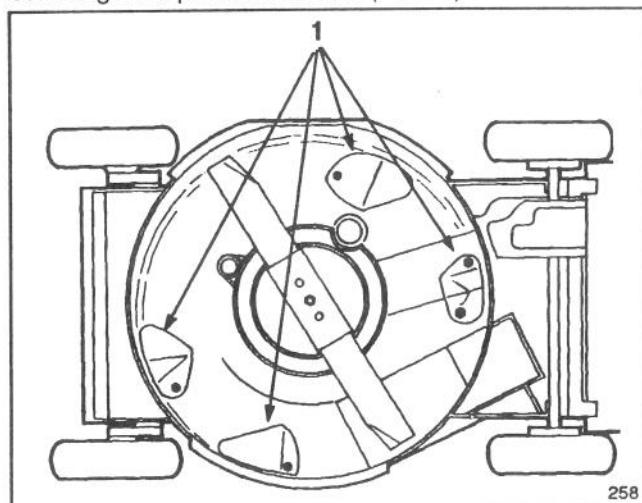

Abb. 6
- B. Vier spezielle Umlenkbleche, die auf der Unterseite des Mähergehäuses an besonderen Stellen genau positioniert sind (Abb. 6).